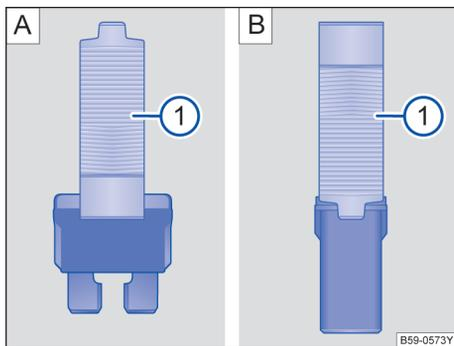

图 201 用塑料夹钳拔出或插入保险丝：A 扁平插入式保险丝；B 方块型保险丝
- 必要时将塑料夹钳 → 图 201 ① 从相应保险丝盒的盖板中取出。
- 根据保险丝型号，将塑料夹钳的合适夹嘴 → 图 201 A ① 或 → 图 201 B ① 从侧面推到保险丝上。
- 如果保险丝已烧断，用一个具有相同电流强度（相同颜色和相同印刷文字）和相同尺寸的新保险丝更换 → ①。